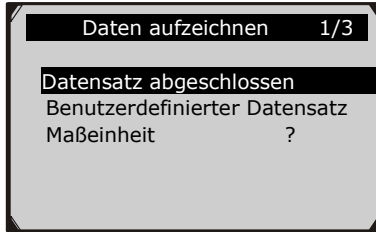

Abbildung 5.20
- 1) Um **benutzerdefinierte Daten** aufzuzeichnen benutzen Sie die **AUF/RUNTER** Tasten um **benutzerdefinierten Daten** vom Aufnahme-Menü Datensatz auszuwählen und drücken Sie die **OK** Taste. (Abbildung 5.20)